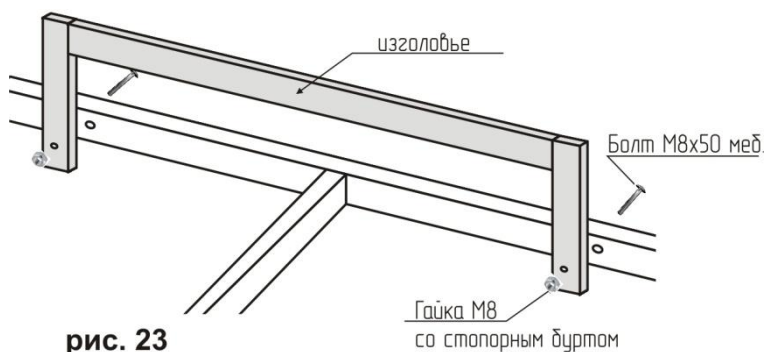

рис. 23
18. Установить изголовье с внутренней стороны основания, с помощью мебельных болтов М8х50 и гайки М8 со стопорным буртом (рис.23).